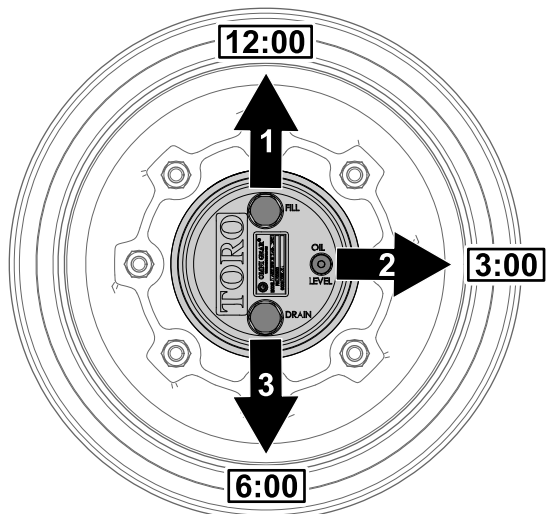

Figure 66
1. Garez la machine sur une surface plane et horizontale, tournez la roue de sorte que le bouchon de remplissage soit à la position 12 heures, le bouchon de contrôle soit à la position 3 heures et le bouchon de vidange soit à la position 6 heures (Figure 66).
2. Retirez le bouchon de contrôle à la position 3 heures (Figure 66).
1. Garez la machine sur une surface plane et horizontale, tournez la roue de sorte que le bouchon de remplissage soit à la position 12 heures, le bouchon de contrôle soit à la position 3 heures et le bouchon de vidange soit à la position 6 heures ; voir Figure 66 sous Contrôle du niveau de lubrifiant du train planétaire (page 52).